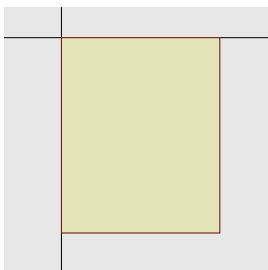

图 4-25 矩形绘制
- (1) 执行菜单命令【Place】→【Rectangle】，出现十字光标，并带有一个有色矩形框。
- (2) 将矩形框放到编辑区中的第四象限，单击确认矩形位置，如图 4-25 所示。
- (3) 激活矩形，可随意改变矩形框大小；在放置引脚等符号时，可根据实际情况修改矩形的宽窄或大小；右击退出放置状态。